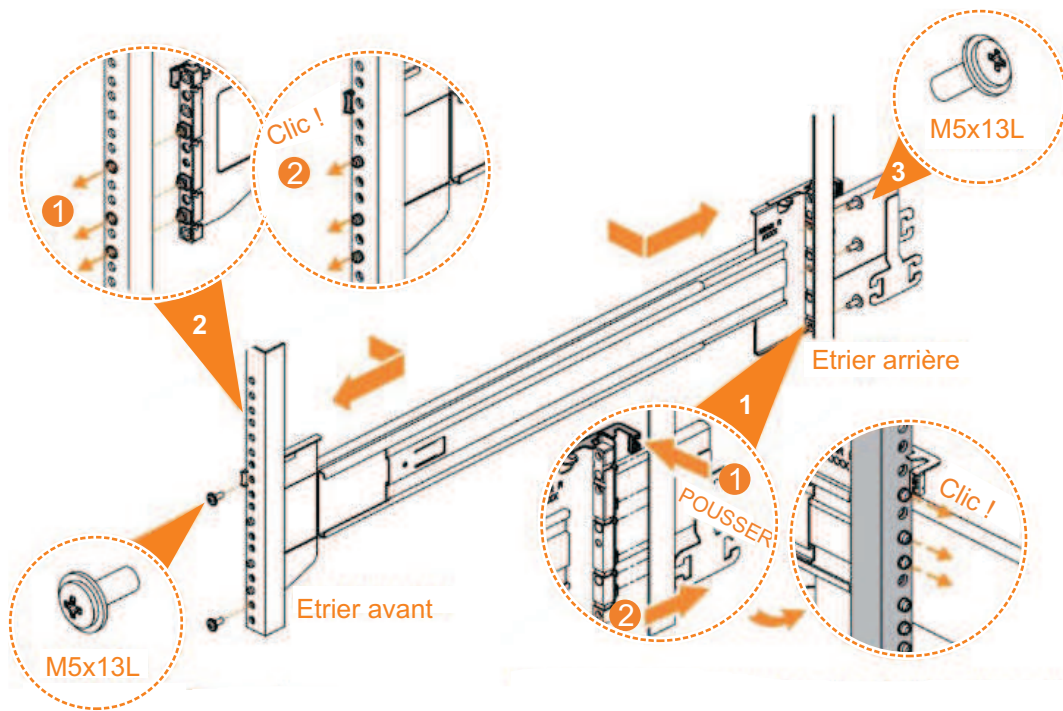

Figure 55. Installation de l'assemblage de glissière sur le châssis d'armoire
6. Utilisez les vis M5 pour installer le membre de glissière externe et l'assemblage de support sur l'armoire, comme indiqué dans la figure 55.